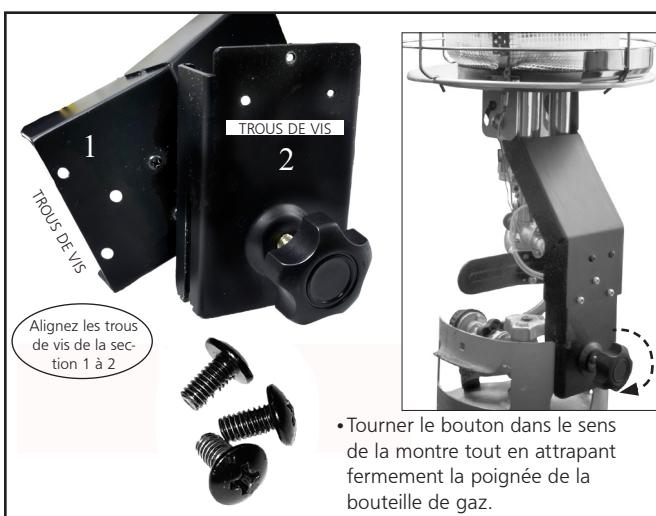

Figure 1
4. Fixez col du réservoir (Figure 1.)